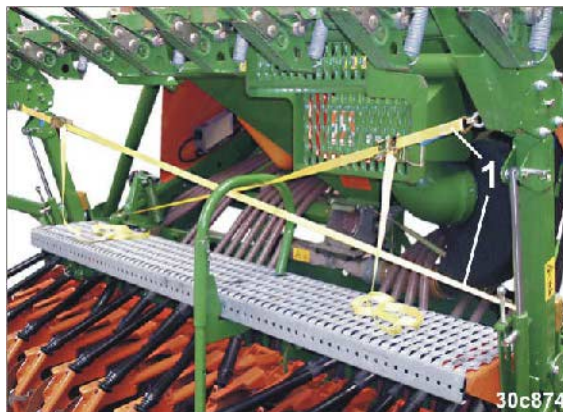

Fig. 146
8. Lås den løftede langfingerharven i stillingen med to strammeseler (Fig. 146/1).
4. Fjern strammeselene (Fig. 146/1).